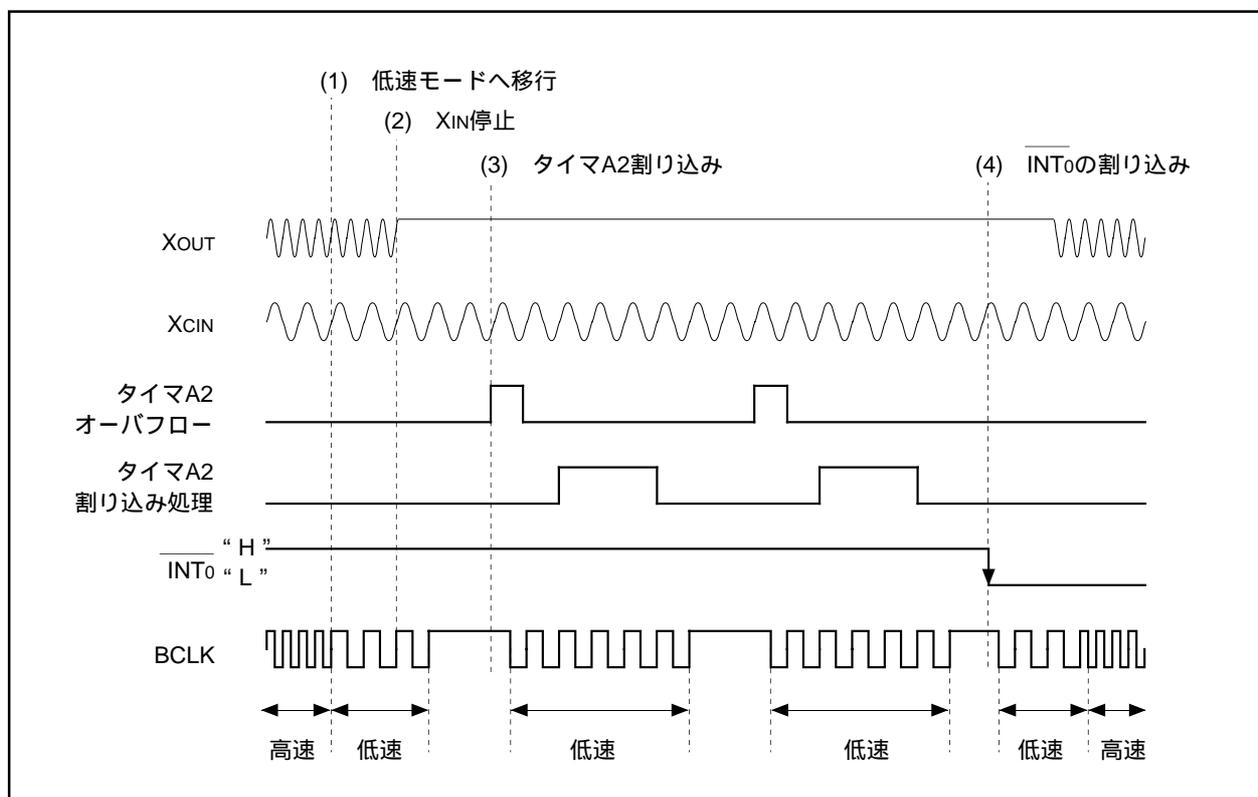
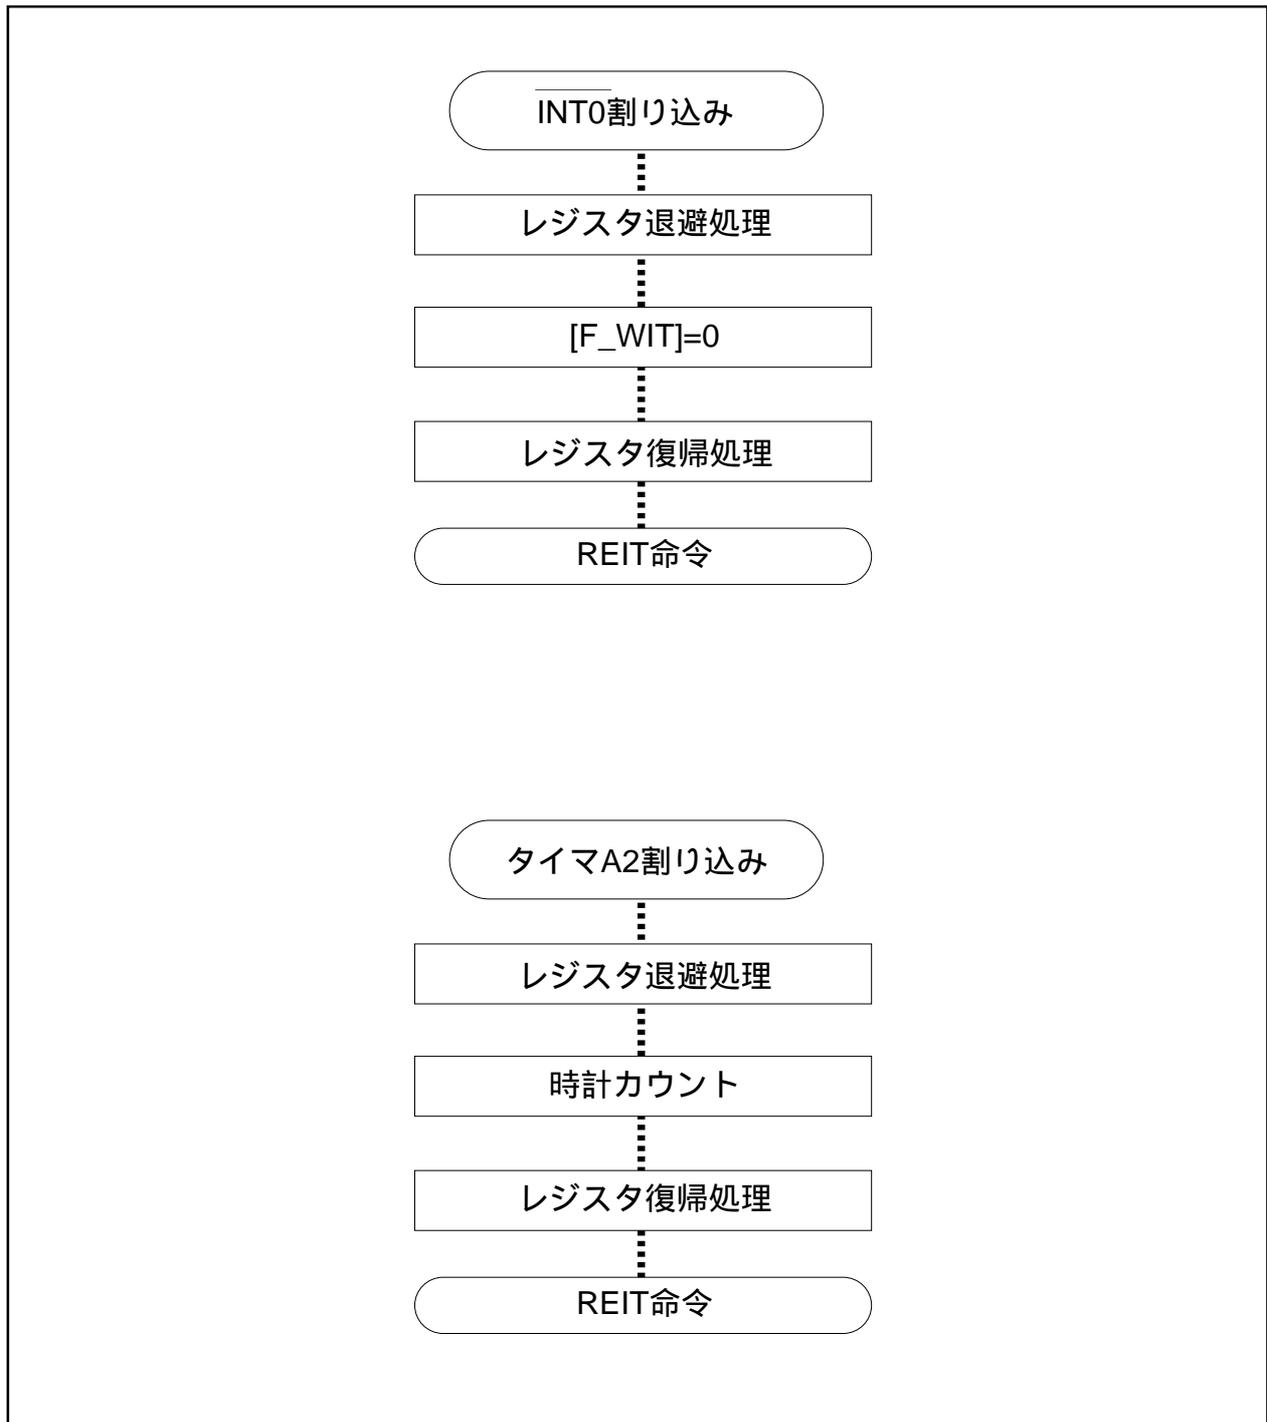

図3.9.1. ウェイトモードを使用したパワーコントロールの動作タイミング図
図3.9.4. ウェイトモードを使用したパワーコントロール関連レジスタの設定手順(3)
- 概要** ウェイトモードを使用してパワーコントロールを行います。その動作タイミングを図3.9.1に、設定手順を図3.9.2～図3.9.4に示します。